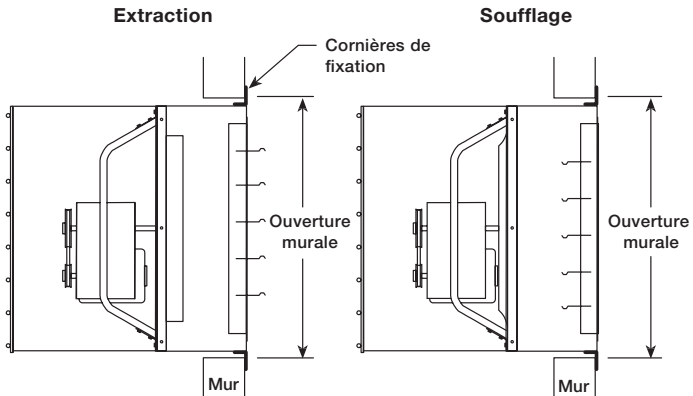

Figure 2
6. Attacher quatre (4) cornières de fixation au caisson et à l'ossature du mur. Voir la Figure 2.